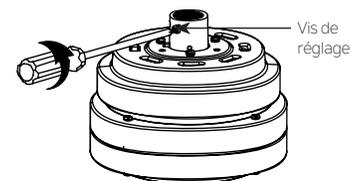

Fig. 7
Étape 3. Desserrer les deux vis de réglage de l'accouplement du moteur (Fig. 7)